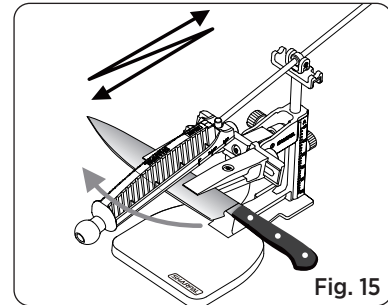

Fig. 15
2. Appliquez une pression légère avec des mouvements longs et réguliers, en commençant par la base de la lame. Faites glisser la plaque abrasive d'avant en arrière le long du tranchant jusqu'à la pointe. Arrêtez-vous à la pointe de la lame (Voir Fig. 15).